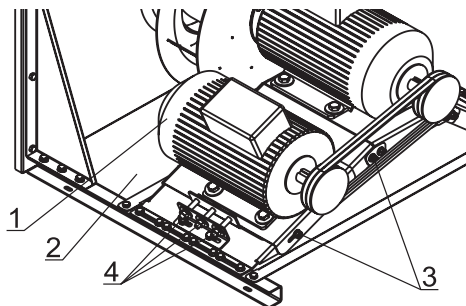

Рисунок 46. Натяжение ремня вентилятора
Натяжение ремней (рис. 46) регулируется перемещением электродвигателя (1) вдоль площадки (2). Для этого нужно: ослабить затяжку болтовых креплений (3) электродвигателя к площадке (2) и стопорные гайки натяжных болтов (4); переместить его закручиванием гайки натяжных болтов (4), добиться выравнивания ведомого и ведущего шкивов (см. «Выверка валов вентилятора и электродвигателя»); затянуть болтовое соединение (3). После выполнения всех операций затянуть стопорные гайки натяжных болтов (4).
Шкивы устанавливаются на вал через коническую втулку, которая посажена в сопрягающуюся конусную расточку в шкиве. Чтобы установить, вставьте втулку в шкив. Совместите отверстия (не резьбовые) и надвиньте весь узел на вал. Установите винты. Сцентрируйте шкивы и затяните винты. При этом размер (А) см.рис.46, от торца втулки до торца вала должен быть не менее 5 мм.